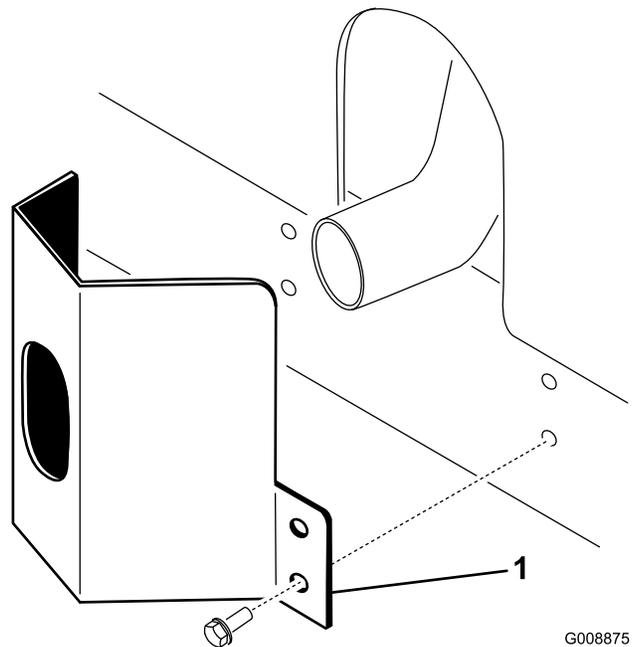

图 36
1. 将排气护罩放到消声器旁边同时将安装孔与机架中的孔对齐 (图 36)。
2. 用 4 个自攻螺丝将排气护罩固定到机架上 (图 36)。